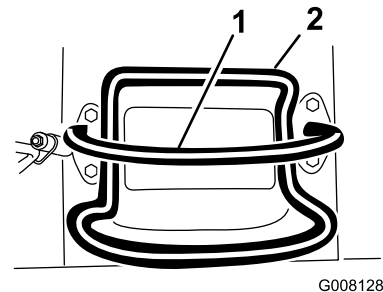
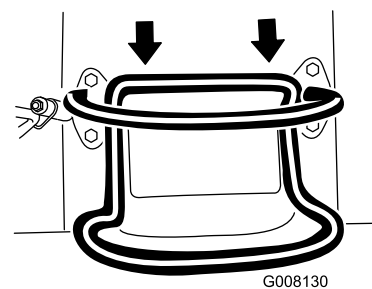

Bild 6
Bild 8
- Bewegen Sie den Fahrtriebshebel nach hinten, um rückwärts zu fahren (Bild 8). **Schauen Sie beim Rückwärtsfahren nach hinten und achten Sie auf Hindernisse, fassen Sie den Anschlagbügel mit den Händen an (Bild 6).**
- Lassen Sie zum Anhalten den Fahrtriebshebel los (Bild 6).